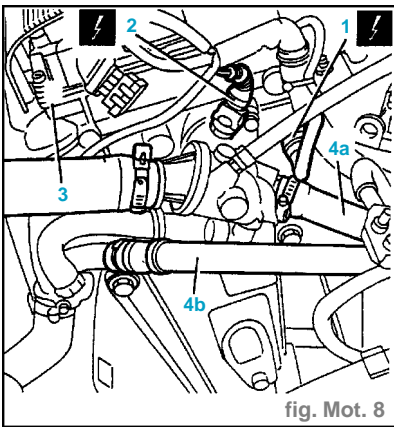

fig. Mot. 8
- Déconnecter le raccord électrique du transmetteur combiné pour thermomètre et témoin de la température de l'eau du moteur (1) (fig. Mot. 8).
- Déconnecter du thermostat le tube d'amenée du liquide de refroidissement au radiateur (3) (fig. Mot. 8).